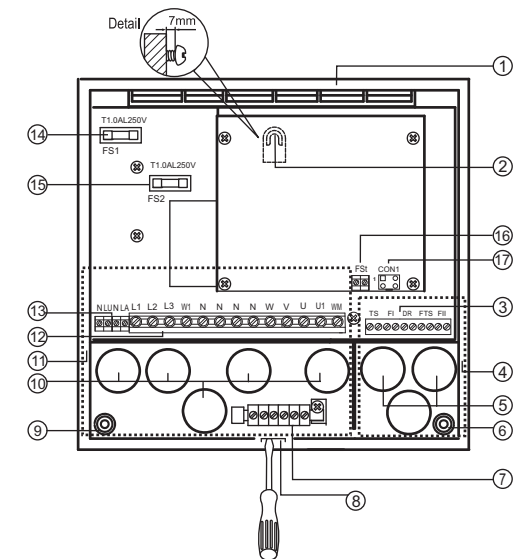
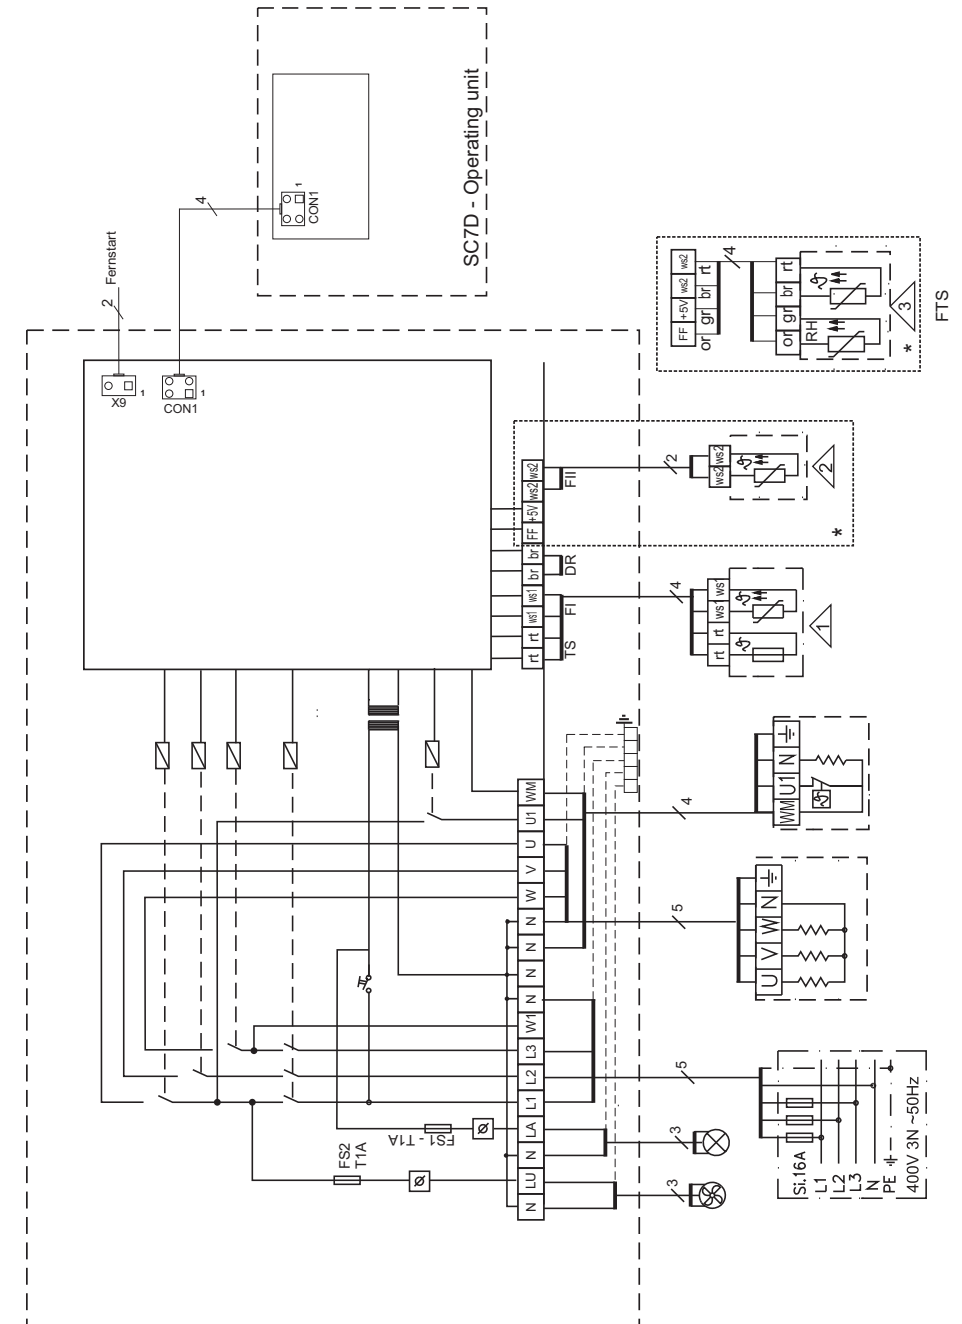

Abb. 6 Montage Leistungsteil
Abb. 9 Schaltplan
1. Drücken Sie vorsichtig mit einem Schlitzschraubendreher auf (Abb. 6 / Pos. 8) und entfernen Sie die Abdeckung.
2. Schrauben Sie an der gewünschten Montageposition des Leistungsteils die beiliegende Schraube fest und berücksichtigen Sie dabei einen Abstand von 7 mm zwischen Kabinenwand und Schraubenkopf (siehe Detail in Abb. 6).
3. Hängen Sie das Gehäuse an die montierte Schraube (siehe Abb. 6 / Pos. 2).
4. Schrauben Sie nach Abschluss des elektrischen Anschlusses (siehe Kapitel 5.1) die beiden Schrauben in (Abb. 6) Pos. 6 und Pos. 9 ein.
1. Führen Sie die Leitungen des Ofenfühlers (F1) und des Bankfühlers (FTS2) durch die Löcher (Abb. 6 / Pos. 5) in den Niederspannungsbereich (Abb. 6 / Pos. 4) und schließen Sie diese gemäß Schaltplan (Abb. 9) an die Klemme (Abb. 6 / Pos. 3) an.
2. Führen Sie die Leitungen des (optionalen) Türkontaktschalters durch die Löcher (Abb. 6 / Pos. 5) in den Niederspannungsbereich (Abb. 6 / Pos. 4) und schließen Sie diese gemäß (Abb. 9) an die Klemme (Abb. 6 / Pos. 3) an. Hinweis: Der Türkontaktschalters ist nicht im Lieferumfang enthalten. Werkseitig ist an der Klemme „DR“ eine Brücke montiert.
3. Führen Sie die Datenleitung des Bedienteils durch die Löcher (Abb. 6 / Pos. 5) in den Niederspannungsbereich (Abb. 6 / Pos. 4) und schließen Sie diese gemäß (Abb. 9) an die Klemme (Abb. 6 / Pos. 17) an.
4. Führen Sie die Leitungen des Lüfters und der Beleuchtung durch die Löcher (Abb. 6 / Pos. 10) in den 230/400 V Spannungsbereich (Abb. 6 / Pos. 11) und schließen Sie diese gemäß (Abb. 9) an die Klemme (Abb. 6 / Pos. 13) an.
5. Führen Sie die Leitungen für den Anschluss des Saunaofens und (falls vorhanden: des Verdampfers) durch die Löcher (siehe Abb. 6 / Pos. 10) in den 230/400 V Spannungsbereich (Abb. 6 / Pos. 11) und schließen Sie diese gemäß (Abb. 9) an die Klemme (Abb. 6 / Pos. 12) an.
6. Schließen Sie die Erdungskabel an Klemme (Abb. 6 / Pos. 7) an.
Mit der Saunasteuerung sc-1-black können bis zu drei Stromkreise mit einer maximalen Leistung von 3,5 kW gesteuert werden. Optional kann die Steuerung mit einer Leistungserweiterung (Anschluss: Klemme W1, Abb. 6 / Pos. 12) auf 18 kW - 30 kW erhöht werden.
Sofern ein Türkontaktschalter verwendet wird, ist dieser gemäß den Anweisungen des Herstellers zu montieren. Der Anschluss des Türkontaktschalters erfolgt an die Klemmen DR (siehe Abb. 6 / Pos. 3). Werkseitig ist an der Klemme „DR“ eine Brücke montiert.
Sofern ein Schalter zur Auslösung eines Fernstarts verwendet wird, ist dieser an die Klemme „Fst“ (siehe Abb. 6 / Pos. 16) anzuschließen.
7. Verwenden Sie die Tasten „Auf“ (Abb. 10 / Pos. 3) oder „Ab“ (Abb. 9 / Pos. 2), um die gewünschte Luftfeuchte auszuwählen.